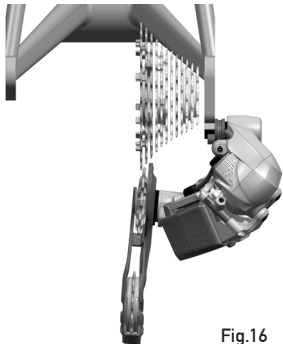

Fig.16
- en plaçant le dérailleur arrière sur le grand pignon et en l'observant depuis l'arrière, on remarque que la partie inférieure du train de galets se rapproche excessivement des rayons de la roue parce que la patte de dérailleur s'est probablement pliée (Fig. 16).